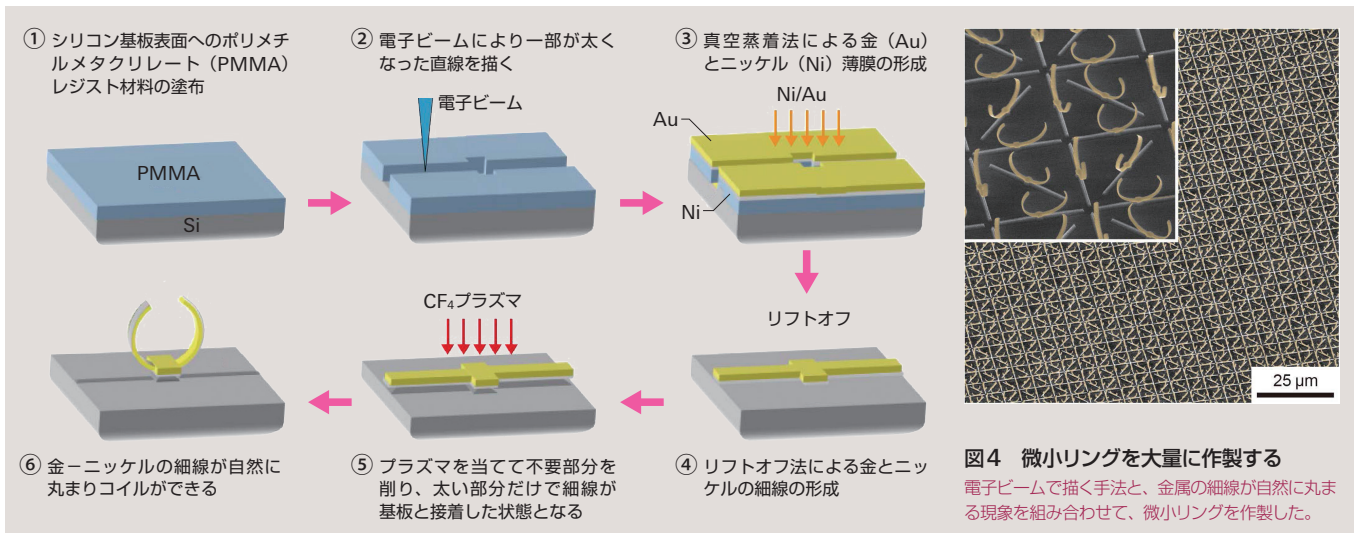

図4 微小リングを大量に作製する
「そこで、二つの手法のいいとこ取りを狙いました」と田中主任研究員。まず、電子ビームで中央部だけが太い直線状のパターンを描く(図4②)。「このような直線状のパターンならば、電子ビームで素早く描くことができます。その後は自然に構造ができる現象を利用します」
金とニッケルの薄膜をつくり、余分な部分を取り除き、一部が太くなった金-ニッケルの細線をつくる。最終的に、この細線は太い部分だけで基板に接着した状態となり(図4⑤)、自然に丸まってコイルができる(図4⑥)。